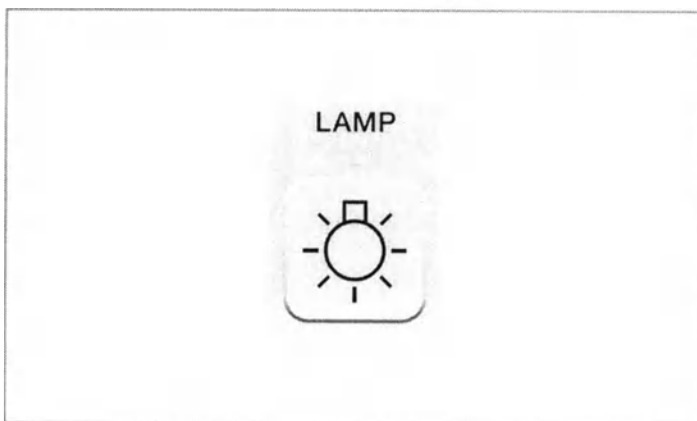

Рисунок 5.2
- Убедитесь в том, что светодиод над  не горит (см. рисунок 5.2).